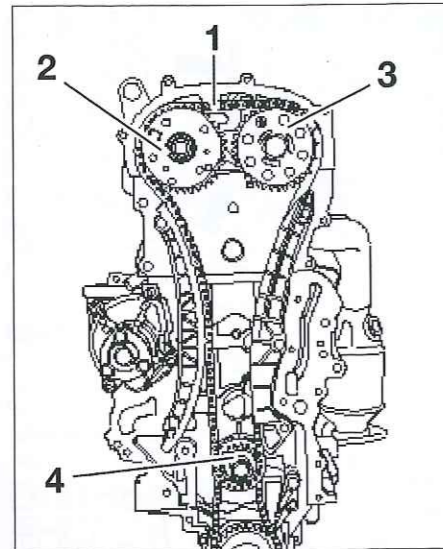

Fig. 14
- Colocar la cadena de distribución (1) sobre el piñón de cadena del cigüeñal (4) y sobre el piñón de cadena del eje de levas de escape (3), y atornillar a mano el variador de calado de eje de levas (2) con un tornillo de fijación nuevo (Fig.14).
- Tener en cuenta la marca del sentido de rotación en la cadena de distribución (1).